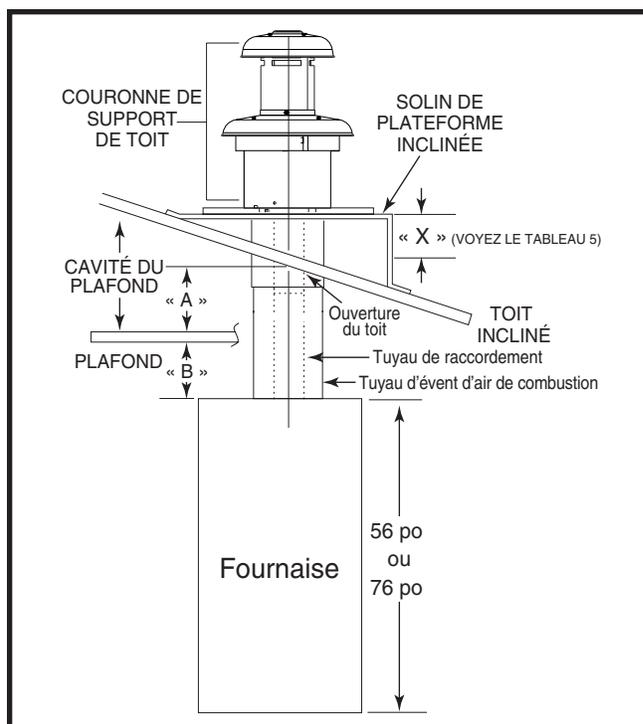

Figure 16. Profondeur de la cavité du plafond
- Déterminez la profondeur de la cavité dans le plafond du centre de l'ouverture du toit au centre de l'ouverture du plafond tel qu'indiqué comme « Dimension A » dans la Figure 16 \(page 10\).
- Déterminez la hauteur du plafond et soustrayez la hauteur de la fournaise indiquée comme « Dimension B » dans la Figure 16 \(page 10\).